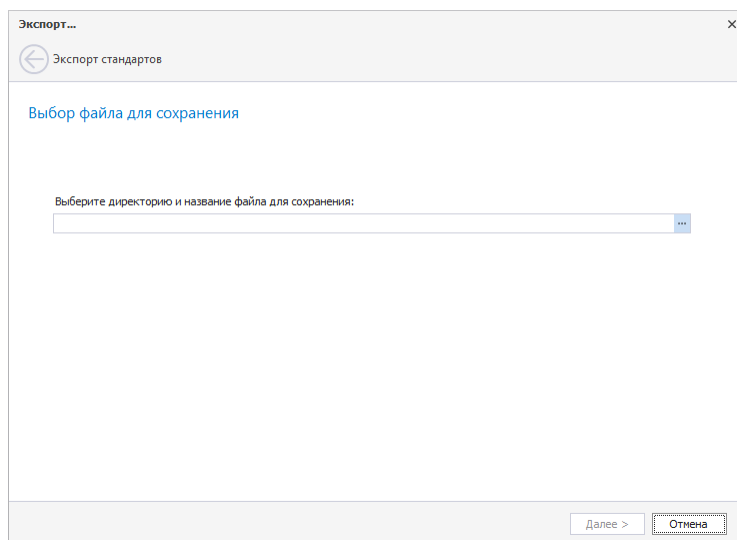

Рис. 11 Переход к выбору директории для сохранения экспортируемых стандартов
5. Укажите путь, по которому будет сохранен экспортируемый набор стандартов, Рис. 11. Нажмите **...** и в окне проводника выберите директорию для сохранения файла с набором стандартов.